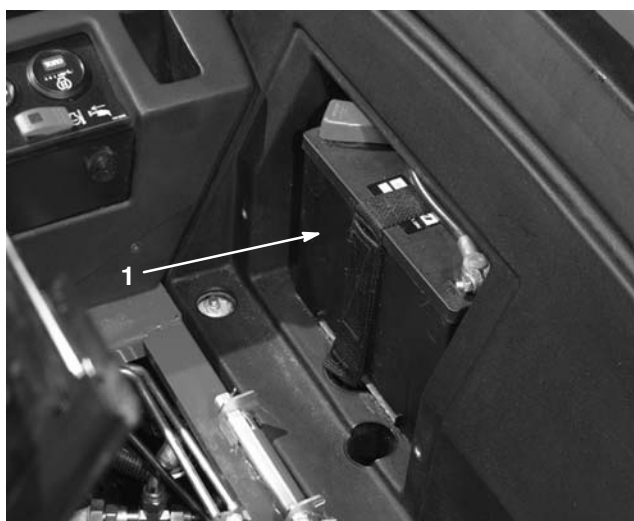

Figure 74
3. Enlevez les bouchons de remplissage de la batterie (Fig. 74) et versez de l'électrolyte, avec précaution, dans chaque élément jusqu'au-dessus des plaques.